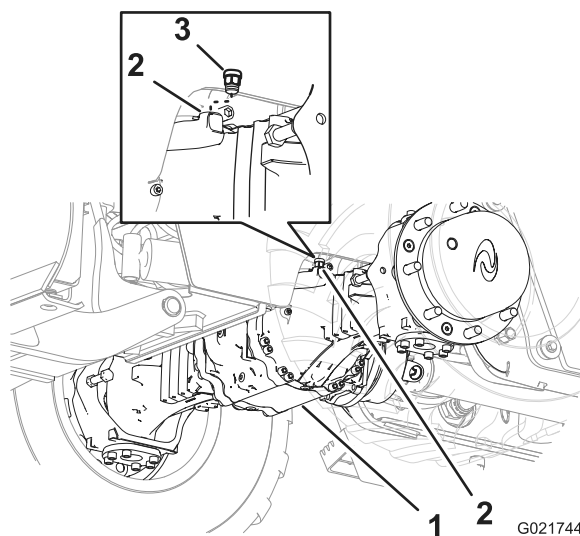
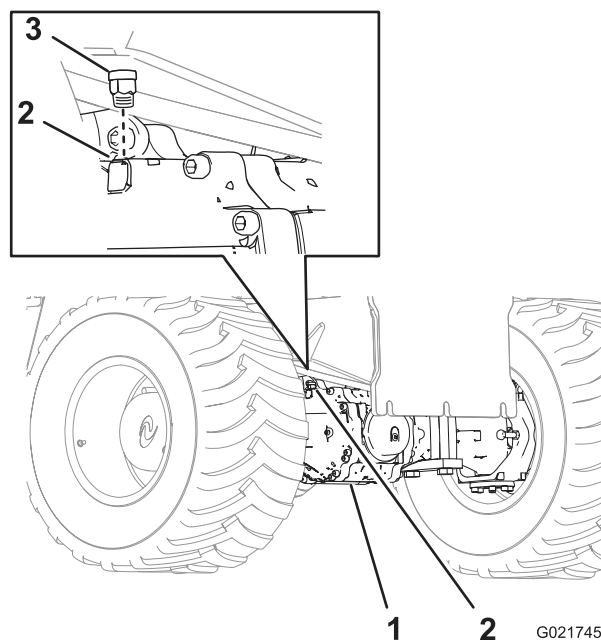

Figure 75
Figure 76
1. Nettoyez la surface autour des reniflards avec un solvant de nettoyage (Figure 75 et Figure 76).
2. Déposez le reniflard du pont avant (Figure 75).
3. Déposez le reniflard du pont arrière (Figure 76).
6. Reposez le reniflard sur le pont avant (Figure 75).
7. Reposez le reniflard sur le pont arrière (Figure 76).